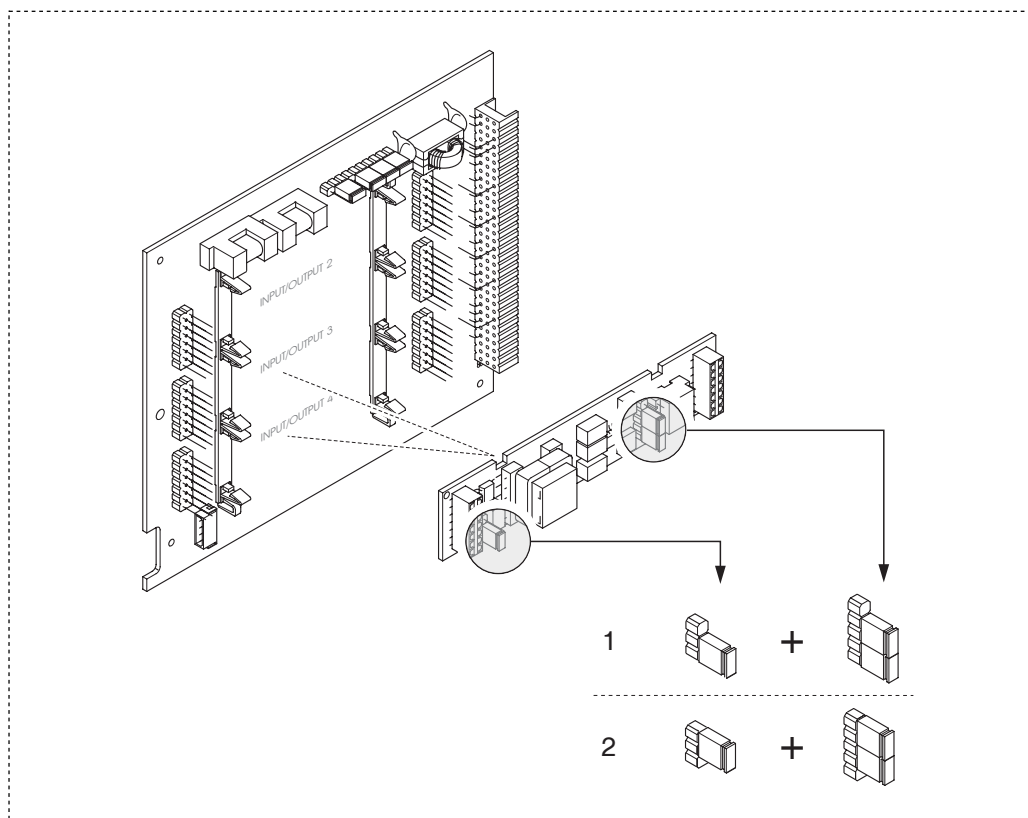

Fig. 35: Configuración de las entradas de corriente mediante puentes de conexión (tarjeta E/S intercambiable)
3. Coloque los puentes de conexión → Fig. 35